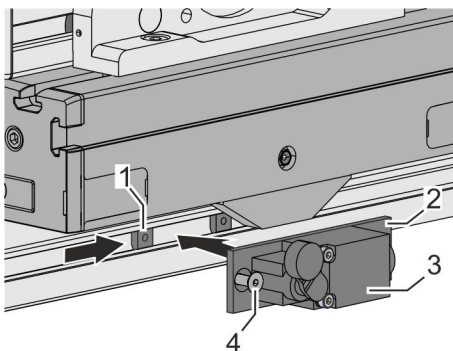

Abb. 38: Endschalter montieren
3. ➔ Nutensteine (Abb. 38/1) in die Nut des Führungsprofils einsetzen und positionieren.
4. ➔ Endschalter (Abb. 38/3) mit Halteplatte (Abb. 38/2) in Höhe der eingesetzten Nutensteine aufsetzen.
5. ➔ 2 Schrauben (Abb. 38/4) festziehen: